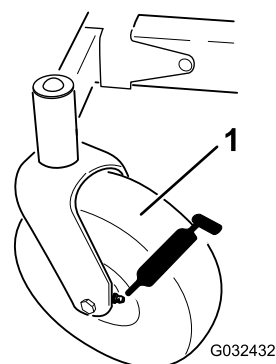

Figure 30
3. Nettoyez les graisseurs (**Figure 30**) avec un chiffon.
4. Raccordez une pompe à graisse à chaque graisseur (**Figure 30**).